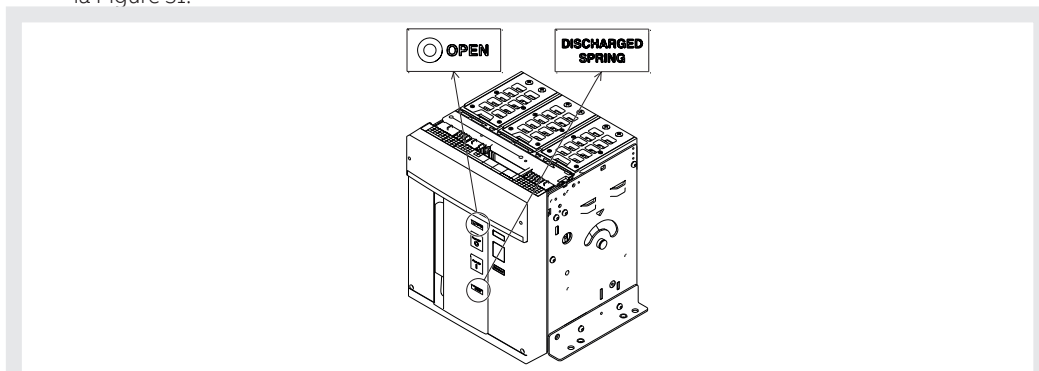

Figure 31
7. Contrôler que le disjoncteur soit ouvert (indicateur ouvert/fermé "O - OPEN"), et contrôler que les ressorts sont débandés (indicateur ressorts "blanc - DISCHARGED SPRING") comme indiqué dans la Figure 31.